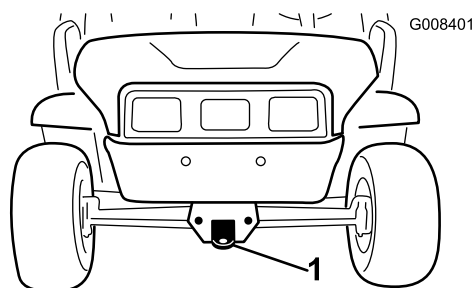
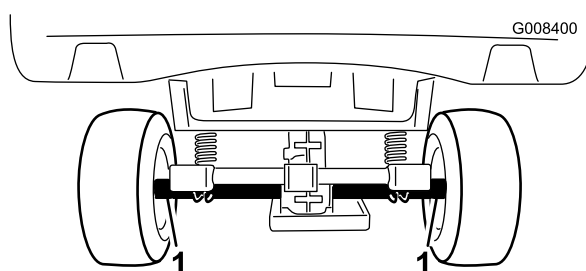

図 22
図 23
長距離を搬送する場合には、機体と同じ幅のランプ板のついたトレーラを使用してください。その場合、車体をトレーラに確実に固定して輸送してください。ロープがけのポイントについては図 22 と図 23 を参照してください。
2. 機体前部にある牽引トングにロープなどの牽引索を取り付ける 図 22。